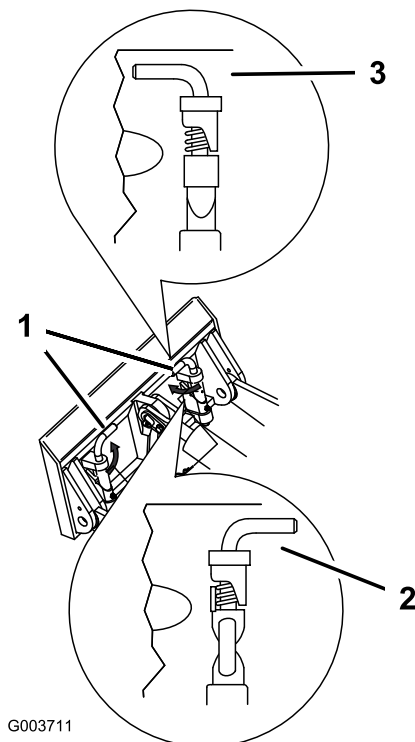

Рисунок 33
- Закрепите быстроустанавливаемые штифты, убедившись, что они полностью вошли в монтажную пластину (Рисунок 33).